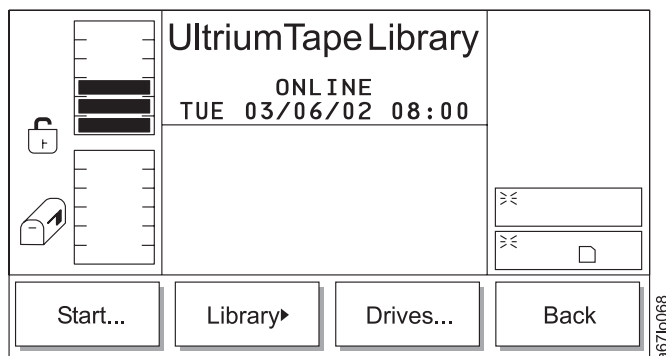

Abbildung 159. Servicemenü
Das Servicemenü wird zum Arbeiten mit Routinen benutzt, die bei der Wartung des Kassettenarchivs verwendet werden. Wählen Sie **Service** in der Alternativanzeige des Hauptmenüs aus, indem Sie den Knopf unter dem Programmfunktionssymbol **Service** drücken (siehe Abb. 77 auf Seite 101). Das Servicemenü erscheint (siehe Abb. 159).
Tabelle 108. Übersetzung von Abb. 159, Servicemenü
- Wird **Cancel** ausgewählt, erscheint das Servicemenü (siehe Abb. 159 auf Seite 173).
Wird im Dialog für normalen Service **OK** ausgewählt, erscheint das Servicemenü (siehe Abb. 159 auf Seite 173).
- Wird **Back** ausgewählt, erscheint das Servicemenü (siehe Abb. 159 auf Seite 173).